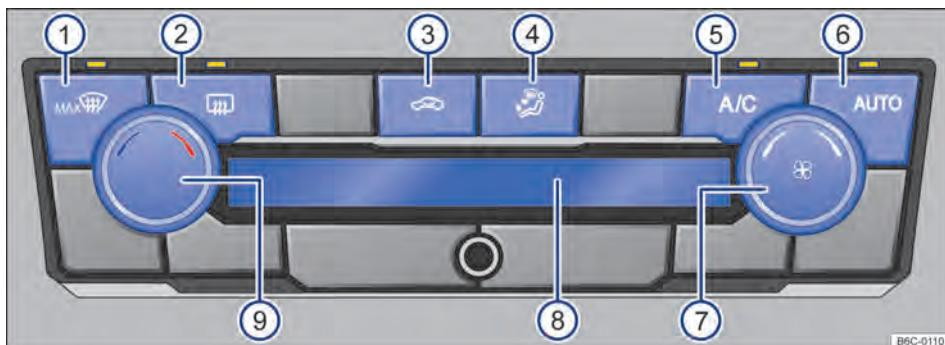

Fig. 85 Comandos do Climatronic.
- Climatronic: girar o regulador do ventilador para a esquerda até o batente → Fig. 85 ⑦
Com o botão **AUTO** → Fig. 85 ⑥ é possível ligar e desligar o modo automático do Climatronic.
- Climatronic: girar o regulador rotativo esquerdo → Fig. 85 ⑨.
No display do Climatronic → Fig. 85 ⑧ é indicada a temperatura ajustada.
- *Climatronic*: girar o regulador do ventilador → Fig. 85 ⑦.
- *Climatronic*: pressionar o botão → Fig. 85 ④ para posição desejada, a distribuição selecionada será indicada no display ⑧.
- *Climatronic*: pressionar o botão  → Fig. 85 ①.